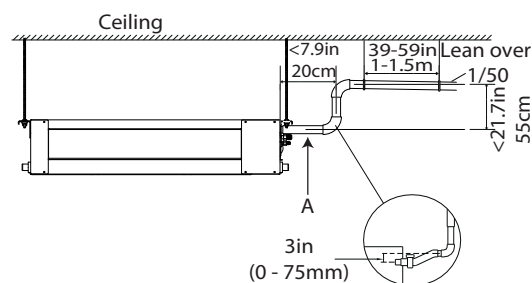

Fig. 28 – Tuyauterie d'évacuation de condensat avec pompe
- Le point culminant de la tuyauterie de condensat doit se trouver le plus près possible du module (voir la figure 28).
- Pour éviter la formation de bulles d'air, maintenez le tuyau d'évacuation à l'horizontale ou légèrement en pente ascendante. Voir la lettre (A), figure 28.